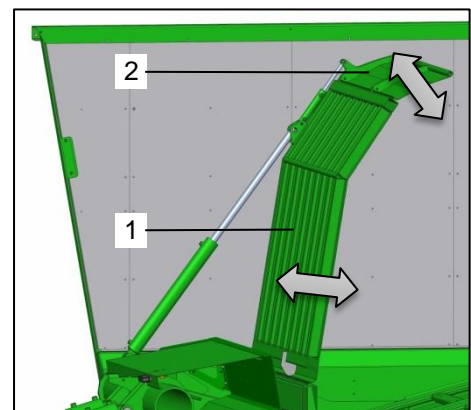

Bild 25: Stirnwand Aufbau
- Stirnwand Unterteil (Bild 25 / Pos.1)
- Stirnwand Oberteil (Bild 25 / Pos.1)